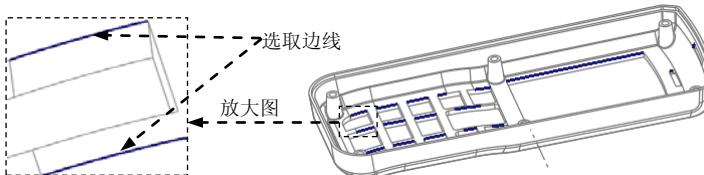

图31.15 填补破孔
- (4) 单击^{模具}功能选项卡^{操作}▼区域中的^{复制}按钮。
- (5) 单击^{模具}功能选项卡^{操作}▼区域中的^{粘贴}按钮，此时系统弹出^{曲面：复制}操控板。
- (6) 填补复制曲面上的破孔。在操控板中单击^{选项}按钮，在系统弹出的“选项”界面中选中^{排除曲面并填充孔}单选项，在^{填充孔/曲面}文本框中单击“单击此处添加项”字符，然后按住Ctrl键，分别选择图31.15所示的边线以及所有通孔的边线。